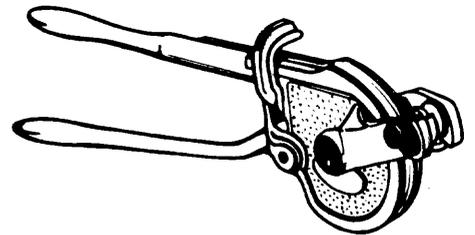

Fig. 3
c) Doblatubos de palanca y rathe (fig. 3).